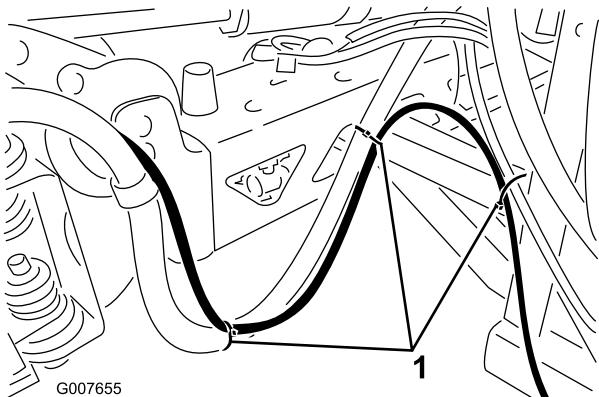

图9
- C. 继续沿现有喷洒臂供给软管布置软管。使用塑料扎带将软管固定到支柱上如图9 所示的位置。